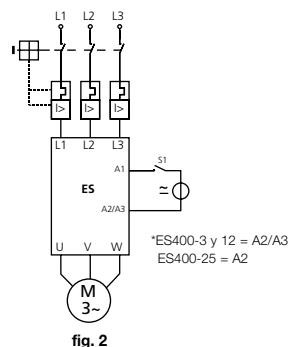
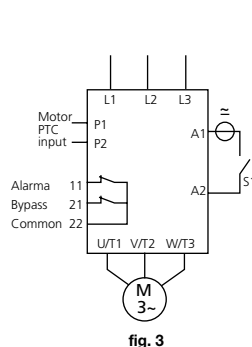

fig. 2
fig. 3
b) Arranque y parada suaves (fig. 2 y fig. 3)